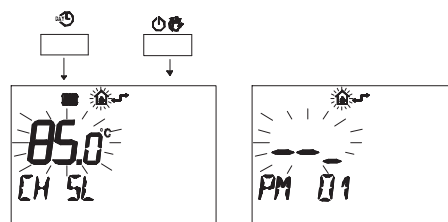

Fig. 5.63
- Pulse simultáneamente los botones y para entrar en la modalidad de programación transparente (Fig. 5.63).